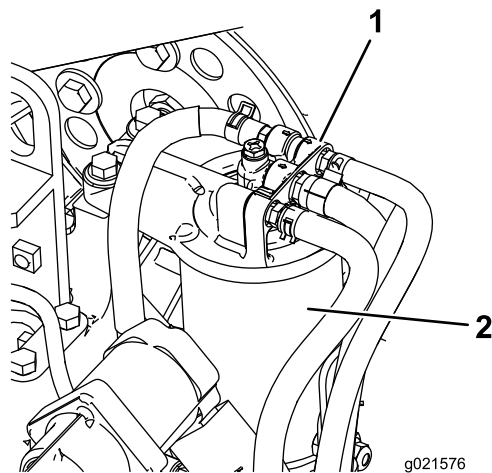

Figura 77
1. Limpie la zona alrededor del cabezal del filtro de combustible (Figura 77).
2. Retire el filtro y limpie la superficie de montaje del cabezal del filtro (Figura 77).